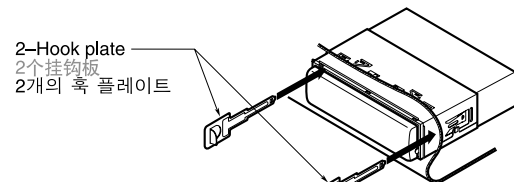

Figure 11 / 图 11 / 그림 11
- Insert and lock the hook plates. (Figure 11)
- 插入并锁定挂钩板。(图11)